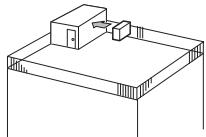

Fig. 2-4
- ① Suunake õhu väljalaskeava lähipäri seisna suunas, umbes 35 cm seisnast eemale. (Fig. 2-4)